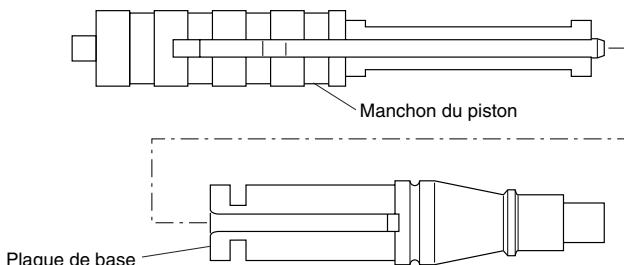

Figure 3 - Séparation de la plaque de base du manchon du piston
5. Séparer la plaque de base du manchon du piston (Figure 3).